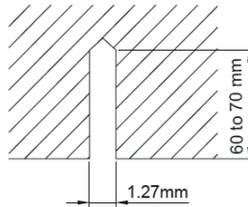

Fig.7
- (2) Instale los tornillos al techo en un lugar suficientemente fuerte para colgar la unidad. Marque las posiciones de los tornillos desde la plantilla de papel . Con un taladro para cemento, agujere orificios de diámetro 12.7 mm (½").(Fig.7).
- (3) Inserte los tornillos de anclaje en los agujeros taladrados con ayuda de un martillo.